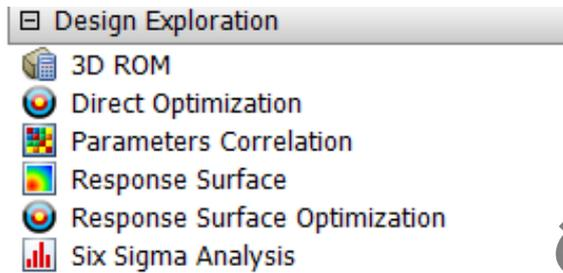

Рисунок 7 – Окно **Design Exploration**
– **Design Exploration** содержит инструменты решения задач оптимизации (рисунок 7).